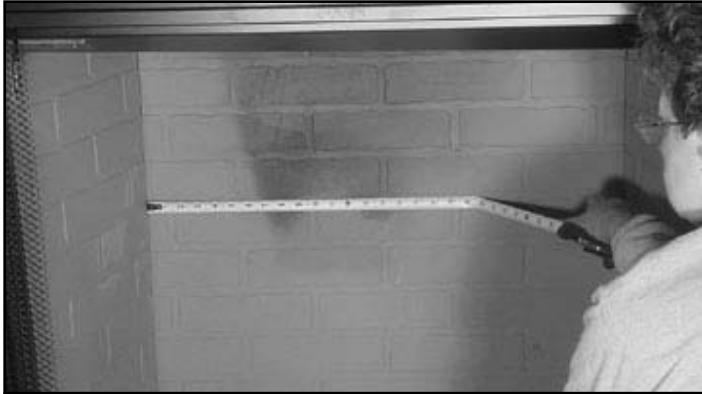

Figura 1 Mida la cámara de fuego
- Revise dichas placas antes de proceder. Usando la tabla 3 asegúrese de que todos los requisitos de las dimensiones mínimas de la chimenea cumplan. Vea la figura 1. Asegúrese de que el tipo de gas que se está usando coincide con el tipo de gas que se señala en la placa.